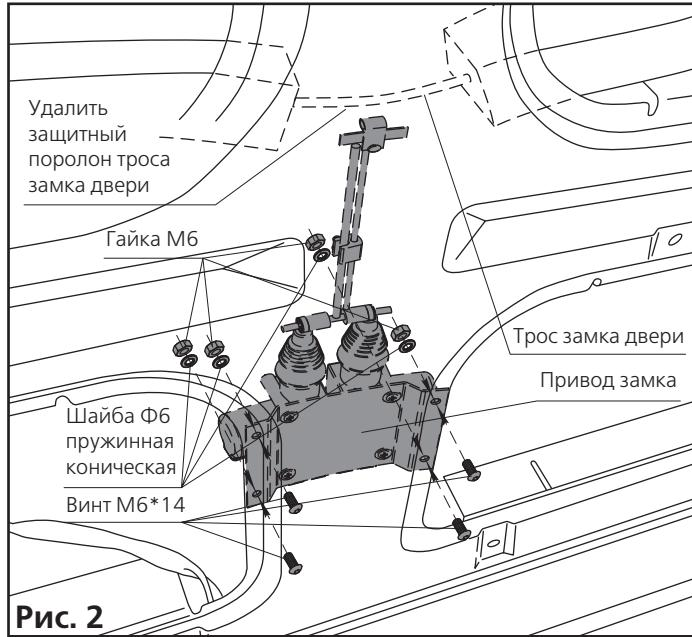

Рис. 2
3. Выполните отверстия по разметке и закрепите привод замка винтами M6x20 рис. 2.